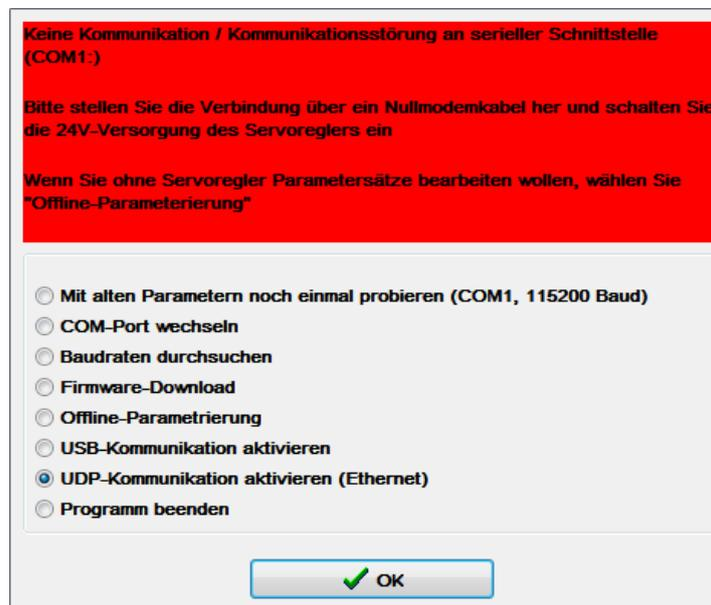

Abbildung 8-2: Verbindungsauswahl des Metronix ServoCommander®
2. Metronix ServoCommander® starten und im Auswahlfenster den Menüpunkt **UDP-Kommunikation aktivieren (Ethernet)** auswählen und mit OK bestätigen (siehe Abbildung 8-2).